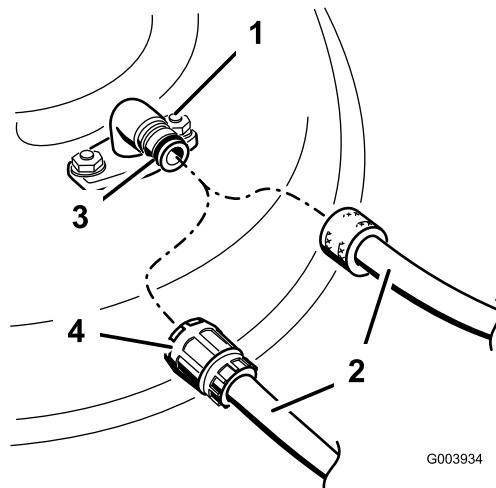

Figura 77
3. Coloque união da mangueira na extremidade de limpeza do cortador e ligue a água em elevado (Figura 77).